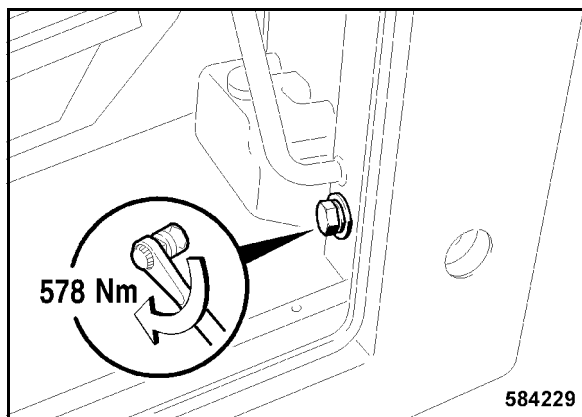

fig. 176
- Serrer la vis de fixation inférieure, se trouvant sur le côté de l'accès (fig. 176), à un couple de 578 Nm.